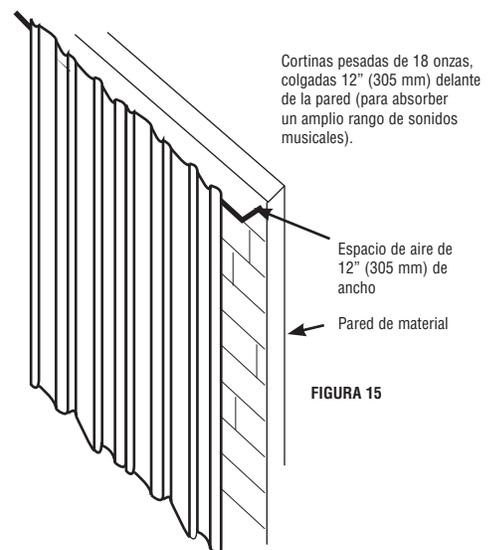

FIGURA 15
- Las cortinas pesadas también pueden ofrecer absorción acústica cuando se las aplica correctamente. Use cortinas aterciopeladas de 18 onzas que cuelguen en su totalidad a unos 12" (305 mm) delante de la pared reflectante. El espacio de aire atrapado es fundamental para mejorar el efecto absorbente de bajas frecuencias de la cortina (figura 15).